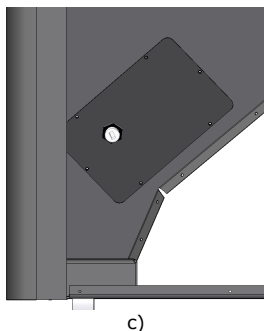

Figura 38 – Colocação do sensor de nível de pellets no silo (instalação do silo à esquerda da caldeira)
- Finalmente, poderá montar as duas peças na zona inferior do silo. Colocando a peça com o sensor do lado direito do silo e a peça sem sensor do lado esquerdo. O sensor deverá ser colocado como indicado na Figura 38;